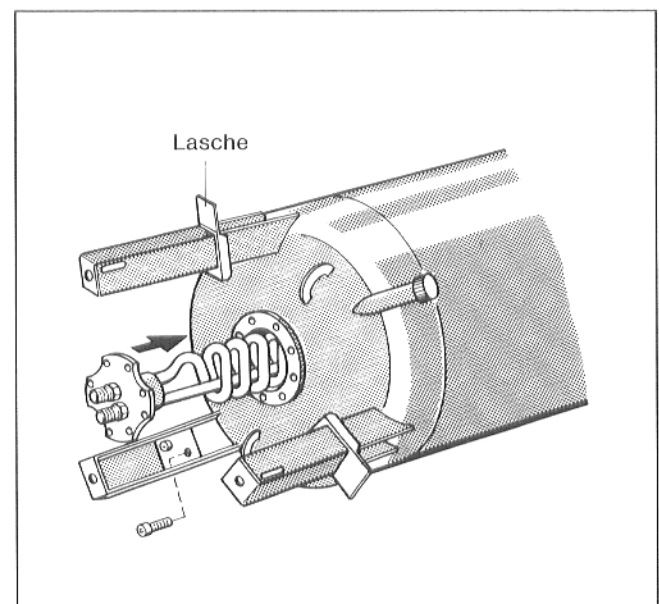

Abb. 3 – Einbau von unten
- Speicherbehälter auf die Seite legen (Abb. 3).
- Speicherfüße mit je 2 Sechskantschrauben, Scheiben und Muttern anschrauben (Abb. 3).
- Wärmeaustauscher mit Handlochdeckel und Dichtung von unten oder von oben in den Speicherbehälter einsetzen (Abb. 3).